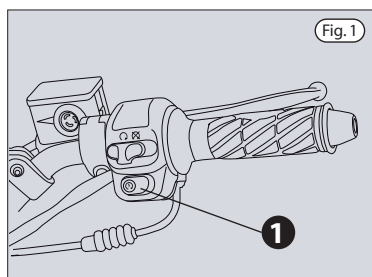

Fig. 1
- Premi il pulsante di avviamento 1 (fig.1) senza accelerare quindi rilascialo appena il motore è in moto.
- Press the start button 1 (fig.1) without opening the throttle and then release it as soon as the engine starts.
- Appuyer sur le bouton du démarreur 1 (fig.1) sans accélérer puis relâcher dès que le moteur démarre.
- Ohne Gas zu geben den Anlasserknopf 1 (fig.1) drücken und wieder loslassen sobald der Motor angesprungen ist.
- Aprieta el pulsador de arranque 1 (fig.1) sin acelerar y luego soltarlo apenas el motor arranca.
- Ruota la chiave di avviamento su  (fig. 1).
- Turn the ignition key to  (fig. 1).
- Tourner la clé de démarrage sur  (fig. 1).
- Dreh den Zündschlüssel auf  (fig. 1).